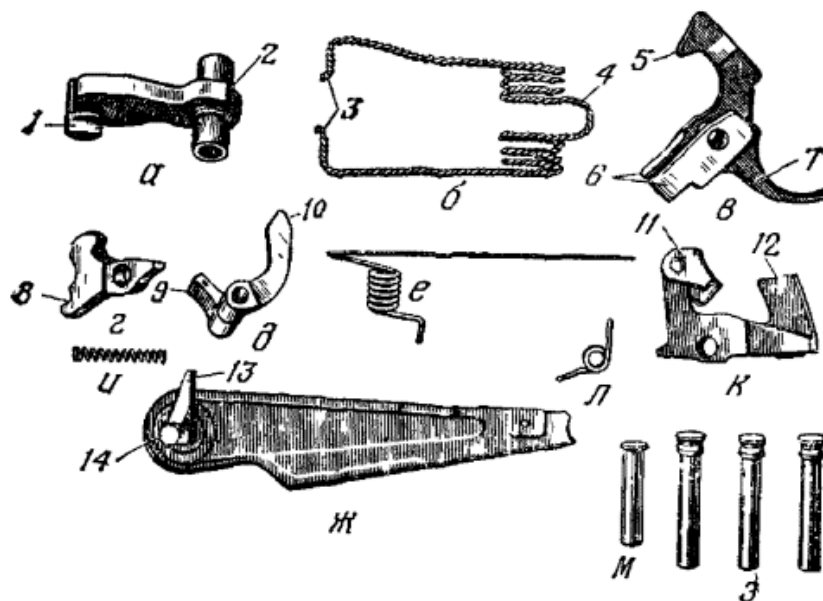

Рис. 41. Части ударно-спускового механизма:
21. Ударно-спусковой механизм (рис. 41) служит для спуска курка с боевого взвода или со взвода автоспуска, нанесения удара по ударнику, обеспечения ведения автоматического или одиночного огня, прекращения стрельбы, для предотвращения выстрелов при незапертом затворе и для постановки автомата (пулемета) на предохранитель.